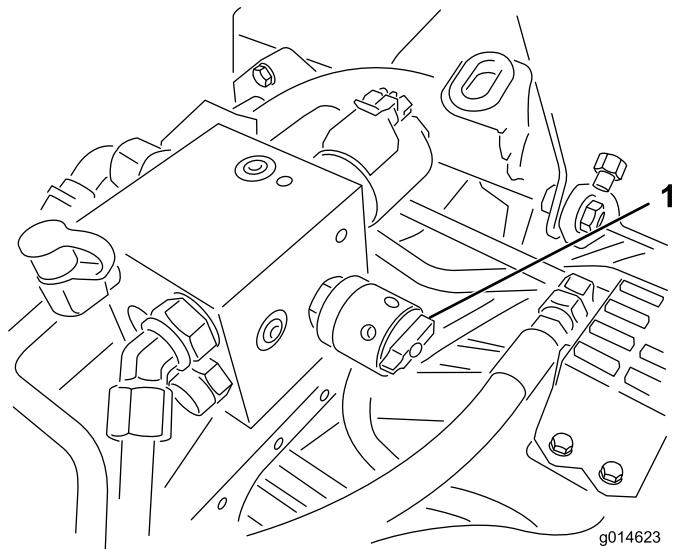

Figura 50
- Gire el control de velocidad del molinete a la posición 1 (Figura 50).